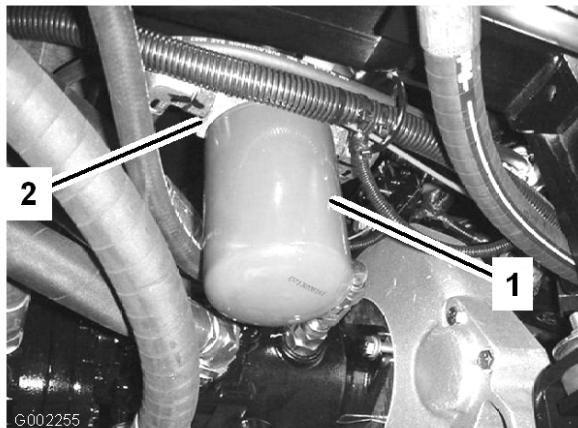

図 58
2. フィルタ容器の周辺をウェスできれいにぬぐう (図 58)。
4. フィルタを外す (図 58)。
5. 新しいフィルタのガスケットにオイルを塗る (図 58)。